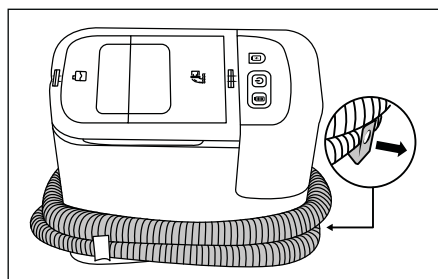

Fig. 4
- ◆ Extraiga el soporte para el tubo **15** del aparato. Coloque el tubo de rociado/aspiración **19** alrededor del aparato y utilice para ello los soportes para el tubo **15/16** (consulte la fig. 4).